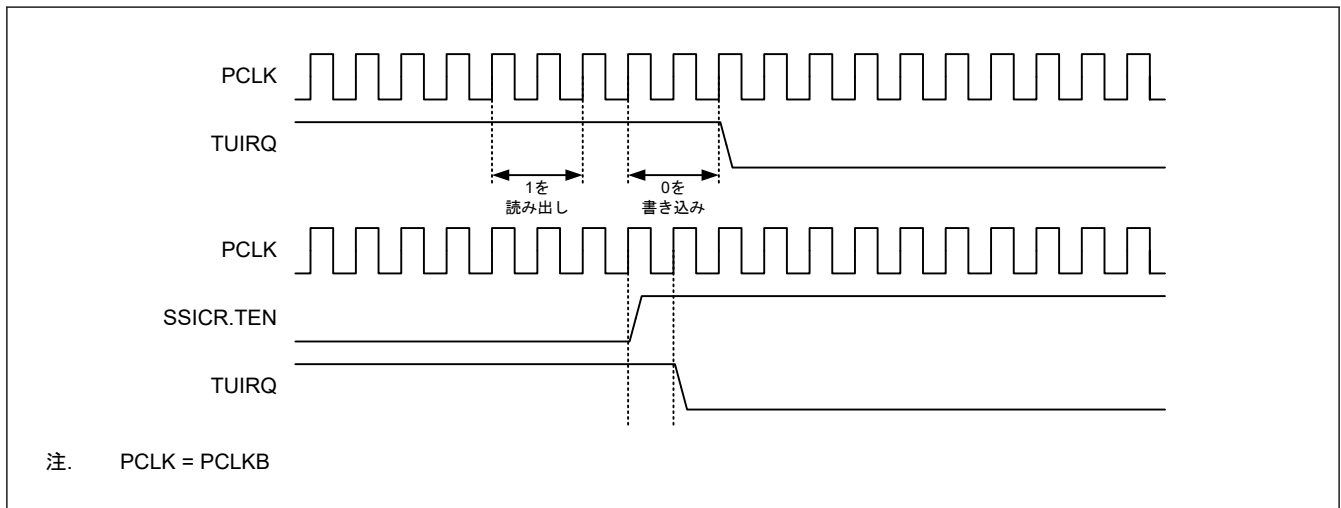

図 35.19 TUIRQ クリアタイミング
1. このビットから 1 を読み出したあとに 0 を書き込んだとき (図 35.19 のタイミングと同じ)